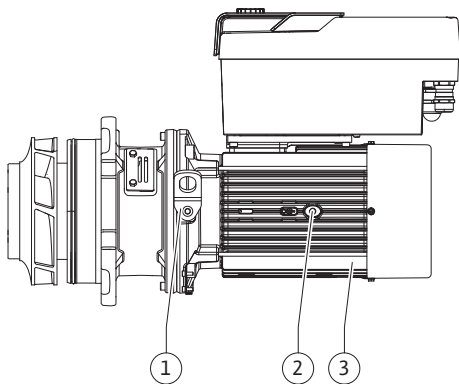

Fig. 107: Juego de introducción
10. Inserte el juego de introducción (véase la Fig. 107) en la carcasa de la bomba en la posición anterior o en otra posición deseada en ángulo. Al hacerlo, tenga en cuenta las posiciones de instalación admisibles de los componentes (véase el capítulo «Posiciones de instalación admisibles y modificación de la disposición de los componentes antes de la instalación» [► 260]).